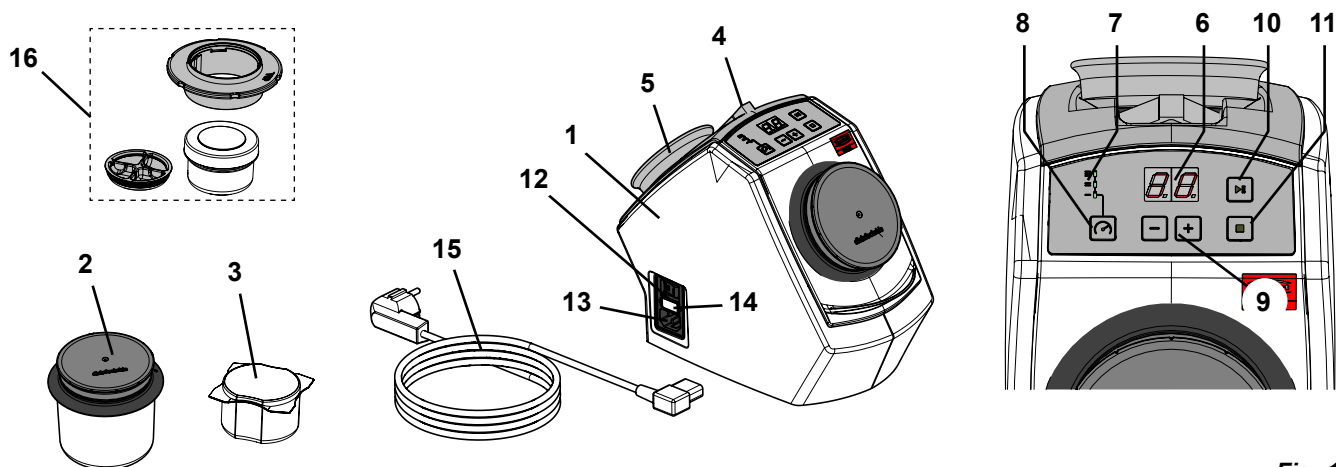

Fig. 1
- ▶ L'aimant de maintien (Fig. 1, Pos. 5) contient du plomb.
- ⇒ Mettez en place la pincette cijoainte et l'aimant de maintien dans le logement situé au dos de l'appareil (Fig. 1).
- ⇒ Veuillez choisir le câble électrique (15, Fig. 1) correspondant aux prises de courant présentes dans votre pays.
- ⇒ Brancher le câble d'alimentation (13, Fig. 1) sur la prise de raccordement au secteur de l'appareil.
- ⇒ Mettre en marche l'appareil en appuyant sur l'interrupteur (12, Fig. 1).
- ⇒ Verser 75 g d'aiguilles de nettoyage (ce qui correspond à une unité d'emballage) dans le bol de nettoyage (2, Fig. 1).
- ⇒ Verser ~ 5 g d'aiguilles de nettoyage dans le mini-bol SYMPRO (accessoires) (16, Fig. 1)